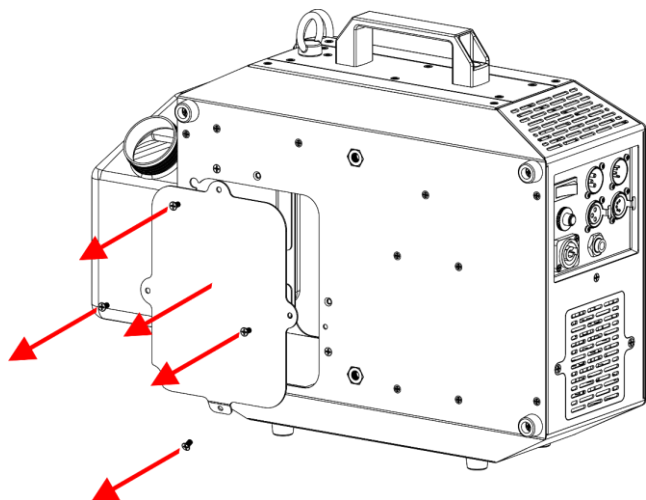

Fig. 14
- 09) Rimuovere le 4 viti della piastra metallica del serbatoio sul retro del dispositivo e rimuovere la piastra metallica del serbatoio, come mostrato nella Fig. 14.